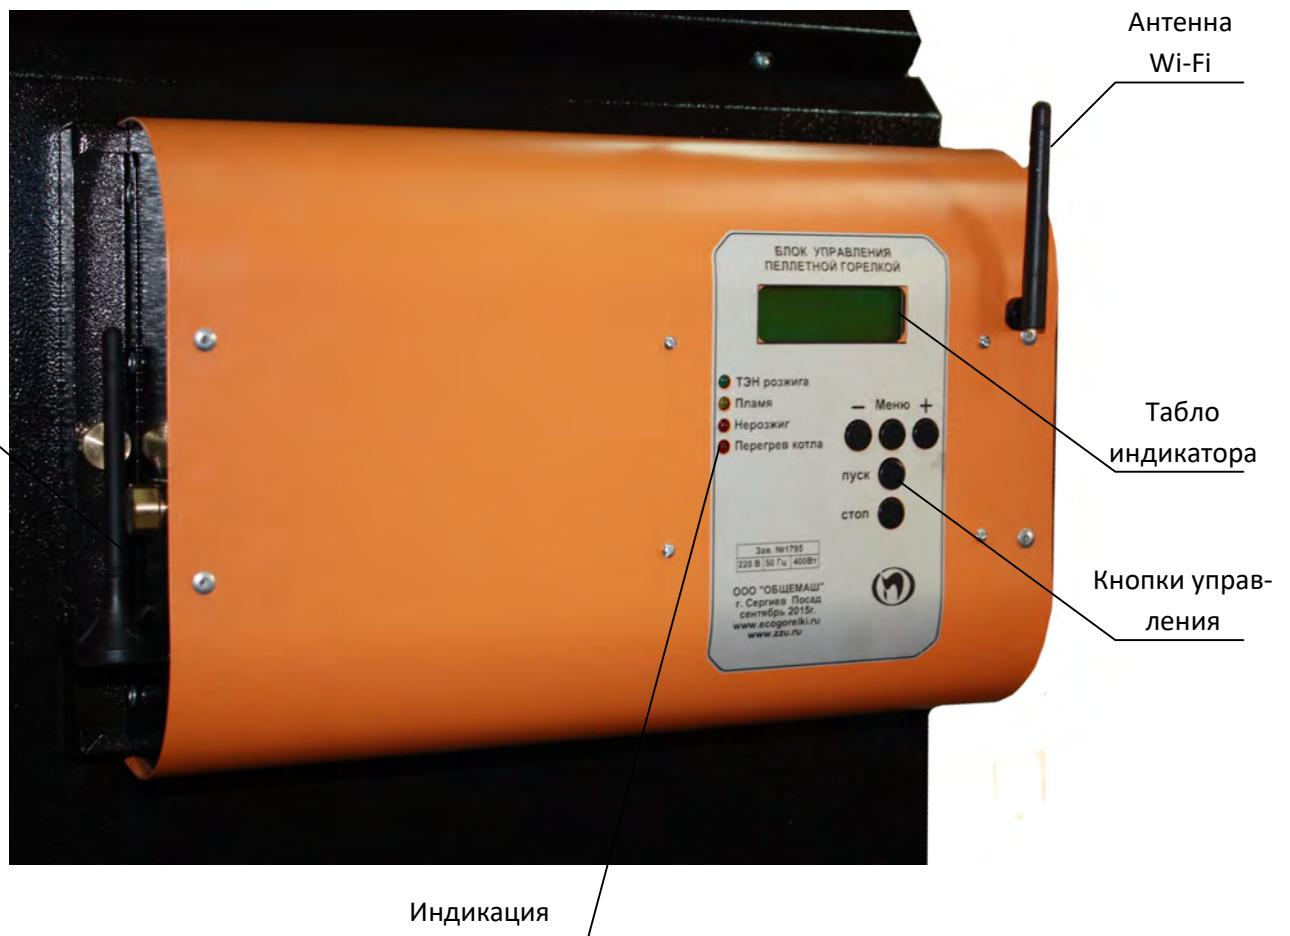

Рис.9.1. Внешний вид блока управления.
11.2. Элементы управления и индикации представлены на Рис.9.1.